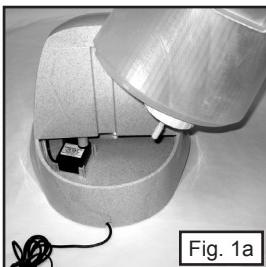

Fig. 1a
- 4) Levante el tanque de agua y verifique que el tubo de admisión esté correctamente insertado en el motor. (Fig. 1a y 1b)